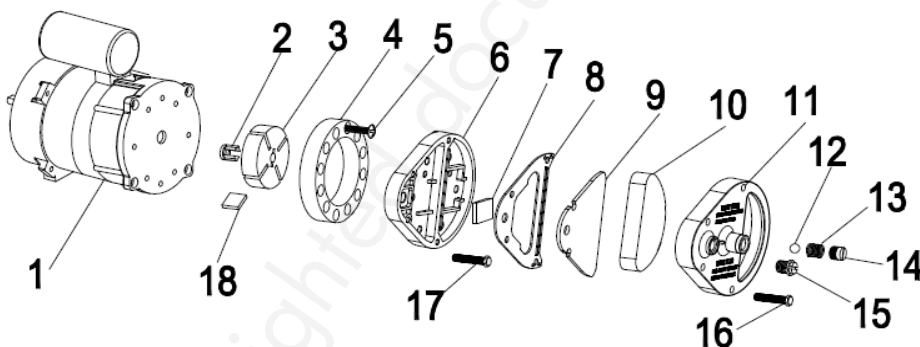

Figure 2
Nettoyez les filtres à air. Enlevez le couvercle à l'extrémité du filtre (11), lavez le filtre d'entrée d'air (10) avec un détergent doux et faites-le sécher complètement avant de le réinstaller. Remplacez le filtre d'alimentation en air (9) une fois par an (figure 2).